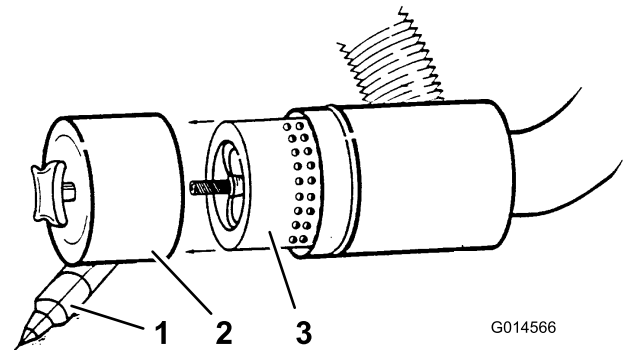

Figura 35
4. Retire y cambie el filtro (Figura 35).